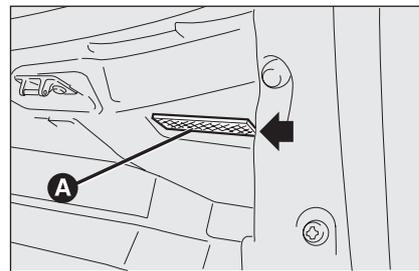
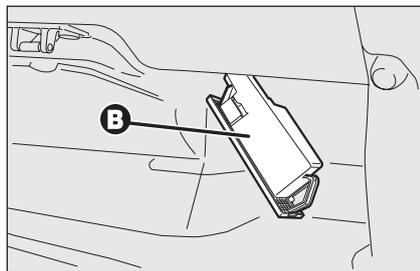

fig. 40
fig. 41
- estrarre la plafoniera **A-fig. 40** facendo leva nel punto indicato dalla freccia;
- sollevare la protezione **B-fig. 41** e sostituire la lampada inserita a pressione;
- richiudere la protezione **B-fig. 41** sulla plafoniera **A-fig. 40**;